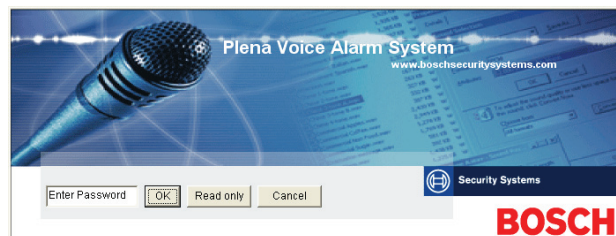

figure 8.9: Mot de passe
- 2 Double-cliquez sur l'icône Plena Weekly Timer Configuration. Une fenêtre semblable à celle illustrée en figure 8.9 s'affiche.